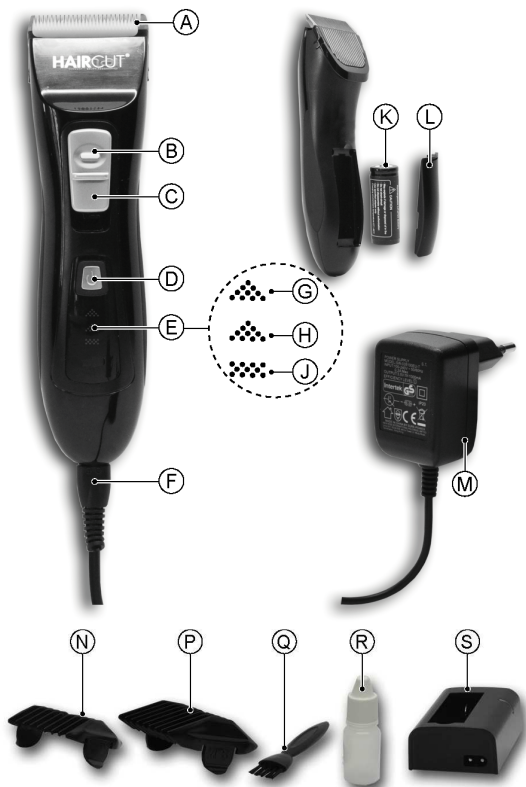

Figure 1 : les constituants de tondeuse et ses accessoires.
1. Mettre la tondeuse à l'arrêt par appui sur le bouton *Marche/Arrêt* (Figure 1, D).
3. Brancher le bloc d'alimentation (Figure 1, M) dans la prise secteur.
4. Durant la recharge, le voyant rouge (Figure 1, J) est allumé fixe. Les voyants (Figure 1, G et H) sont allumés en fonction du niveau de recharge de batterie restant à effectuer.
5. La recharge de la batterie est terminée lorsque les deux voyants (Figure 1, G et J) sont fixes. L'autonomie est alors de 90 minutes.
4. Brancher le bloc d'alimentation (Figure 1, M) dans la prise secteur.
Mettre la tondeuse en marche en appuyant sur le bouton *Marche/Arrêt* (Figure 1, E). Lorsque la batterie est neuve et totalement chargée, la tondeuse peut être utilisée, sans le cordon d'alimentation, durant 90 minutes environ. Les voyants de niveau de charge de batterie restante sont allumés ; se référer en Figure 1, repères G et H pour le détail.
Mettre la tondeuse en marche en appuyant sur le bouton *Marche/Arrêt* (Figure 1, E). Les voyants de niveau de charge de batterie restante sont allumés ; se référer en Figure 1, repères G et H pour le détail.